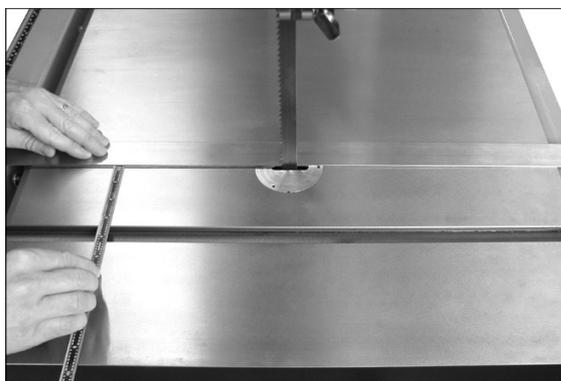

Рис. 13: установка стола параллельно ленточной пиле
См. Рис. 13 и 14.
3. Положите длинную поверочную линейку вровень с пильным полотном. Убедитесь, что линейка соприкасается с полотном с обеих сторон. (Не отклоняйте полотно, нажимая на него. См. Рис. 13.)